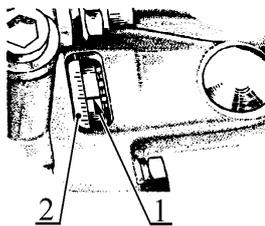
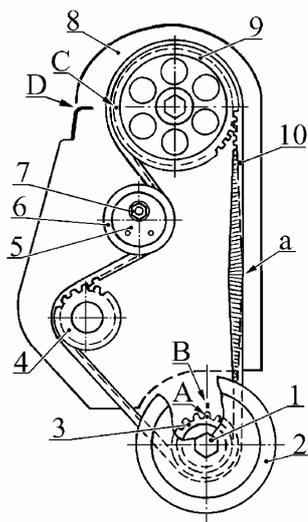

Рис.6. Совмещение меток маховика и шкалы кожуха сцепления:
Рис.7. Детали привода распределительного вала:
4.1.10 Завернуть болт крепления демпфера и, поворачивая за него коленвал, совместить метку 1, рис.6, маховика с нулевой меткой шкалы 2. При этом метка "А", рис. 7, зубчатого шкива коленвала должна совпасть с меткой "В" на корпусе масляного насоса, а метка "С" шкива 9 распределительного вала должна совпасть с меткой "Д" на крышке 8 защитной задней (ключ кольцевой 19).
4.2.1 Проверить совпадение меток "А" и "В", "С" и "D", рис.7. При необходимости совместить их согласно п. 3.3.1.9.
4.2.6 Включить четвертую передачу в КП и вывернуть болт 1, рис.7, крепления демпфера коленчатого вала (ключ кольцевой 19).